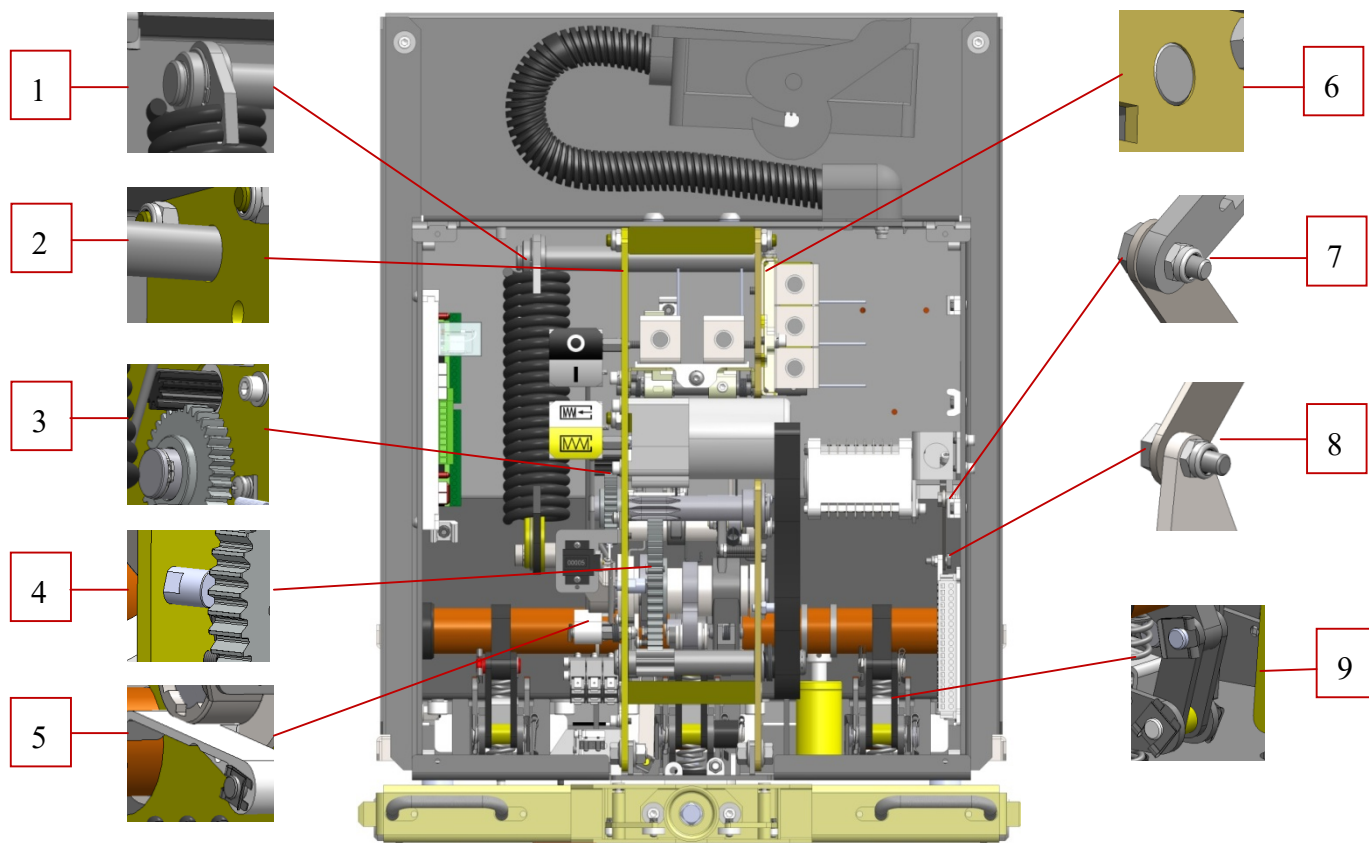

Рис. 19 Места смазки подвижных узлов в приводе выключателя:
- проверку смазки узлов привода в соответствии с рис. 19, 20 и табл. 17 (допускается применение другой смазки с аналогичными характеристиками), при необходимости – замену смазки;